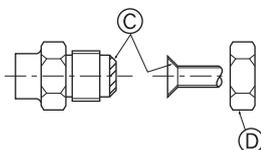

Fig. 4-2
(A) (Fig. 4-2)
(B) (Fig. 4-2)
### 4.2. Collegamento dei tubi (Fig. 4-2)